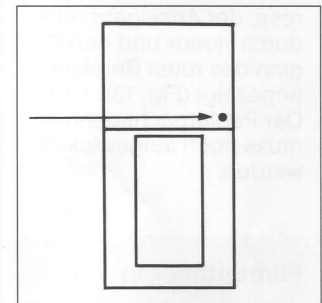

Fig. 18
9.1. Um ein versehentliches Öffnen der Formatmaske bei nicht eingesetzter Kassette zu verhindern, ist auf der Kassettenrückseite ein Verriegelungsstift angebracht (Fig. 18). Beim Einsetzen der Kassette in die Kamera wird der Stift niedergedrückt. Erst jetzt kann der Formatmasken-Drehknopf (10) betätigt werden.
9.1. To avoid an accidental opening of the mask when the holder is not inserted into the camera, the rear of the holder carries a locking pin (fig. 18). When inserting the holder the pin will be depressed. Only now the mask opening knob (10) can be operated.
9.1. Afin d'éviter une ouverture involontaire des caches de format lorsque le châssis n'est pas introduit, il existe une cheville de blocage sur le dos du châssis (fig. 18). Lors de l'introduction du châssis dans la chambre, cette cheville est pressée. Ce n'est que maintenant que le bouton du cache de format (10) peut être tourné.
| 11.2. Formatmaske vollständig öffnen (6×12 cm) (Verriegelungsstift auf Kassettenrückseite (Fig. 18) eindrücken).                               | 11.2. Open the mask completely (6×12 cm) (depress interlock pin on the back of the holder (fig. 18)).   | 11.2. Ouvrir complètement le cache de format (6×12 cm) (enfoncer la cheville de blocage sur le dos du châssis (fig. 18)).                               |